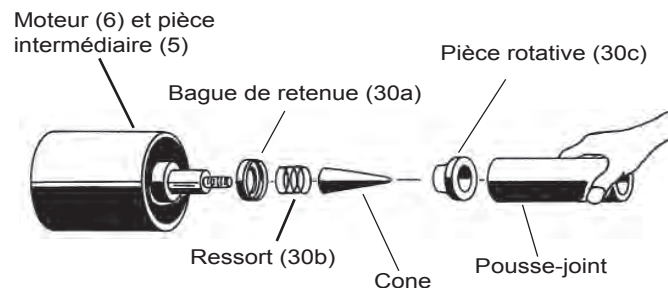

FIGURE 3
Introduisez la bague de retenue du joint (30a) avec le ressort (30b) sur l'arbre du moteur jusqu'à ce qu'il soit en place. Huilez légèrement l'arbre du moteur (SANS UTILISER de la graisse) ainsi que la surface interne de la pièce rotative (30c) et le cône du joint (voir la liste des pièces du kit d'outils pour joint). Placez le cône sur le filetage de l'arbre et avec les surfaces superposées vers l'extérieur, appuyez sur la pièce rotative (30c) avec un pousse-joint (voir la liste des pièces du kit d'outils pour joint) sur l'arbre et dans la pièce intermédiaire (5) jusqu'à ce qu'elle vienne se placer contre l'épaulement de l'arbre. Voir FIGURE 3.